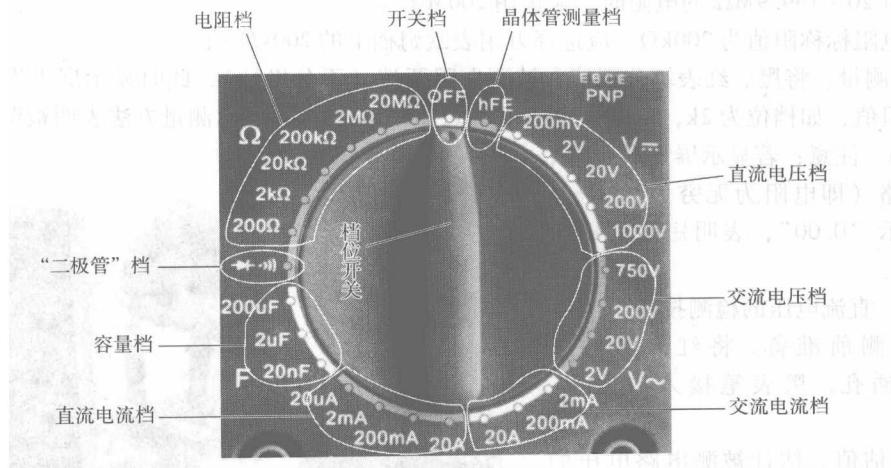

图 1-2 档位开关
(1) 液晶显示屏。液晶显示屏用来显示被测量值的大小，它可显示到小数点后四位数字。
(2) 档位开关。档位开关用于改变测量功能、量程以及控制关机。档位开关的具体结构如图 1-2 所示。其功能有电阻档、二极管档、容量档、直流电流档、交流电流档、交流电压档、直流电压档、晶体管测量档等。